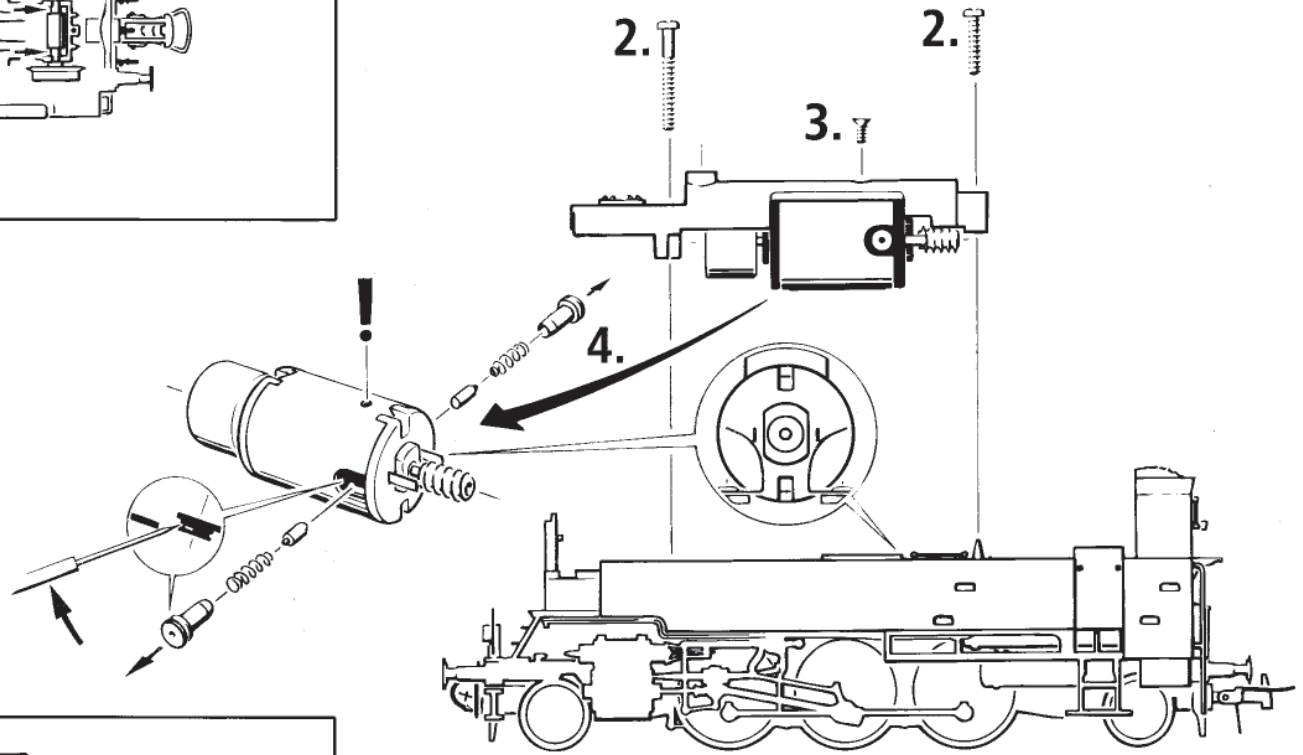

Fig. 11
siehe Fig. 11
A.C. pick up: see fig. 11
Remplacement courant alternatif: voir fig. 11